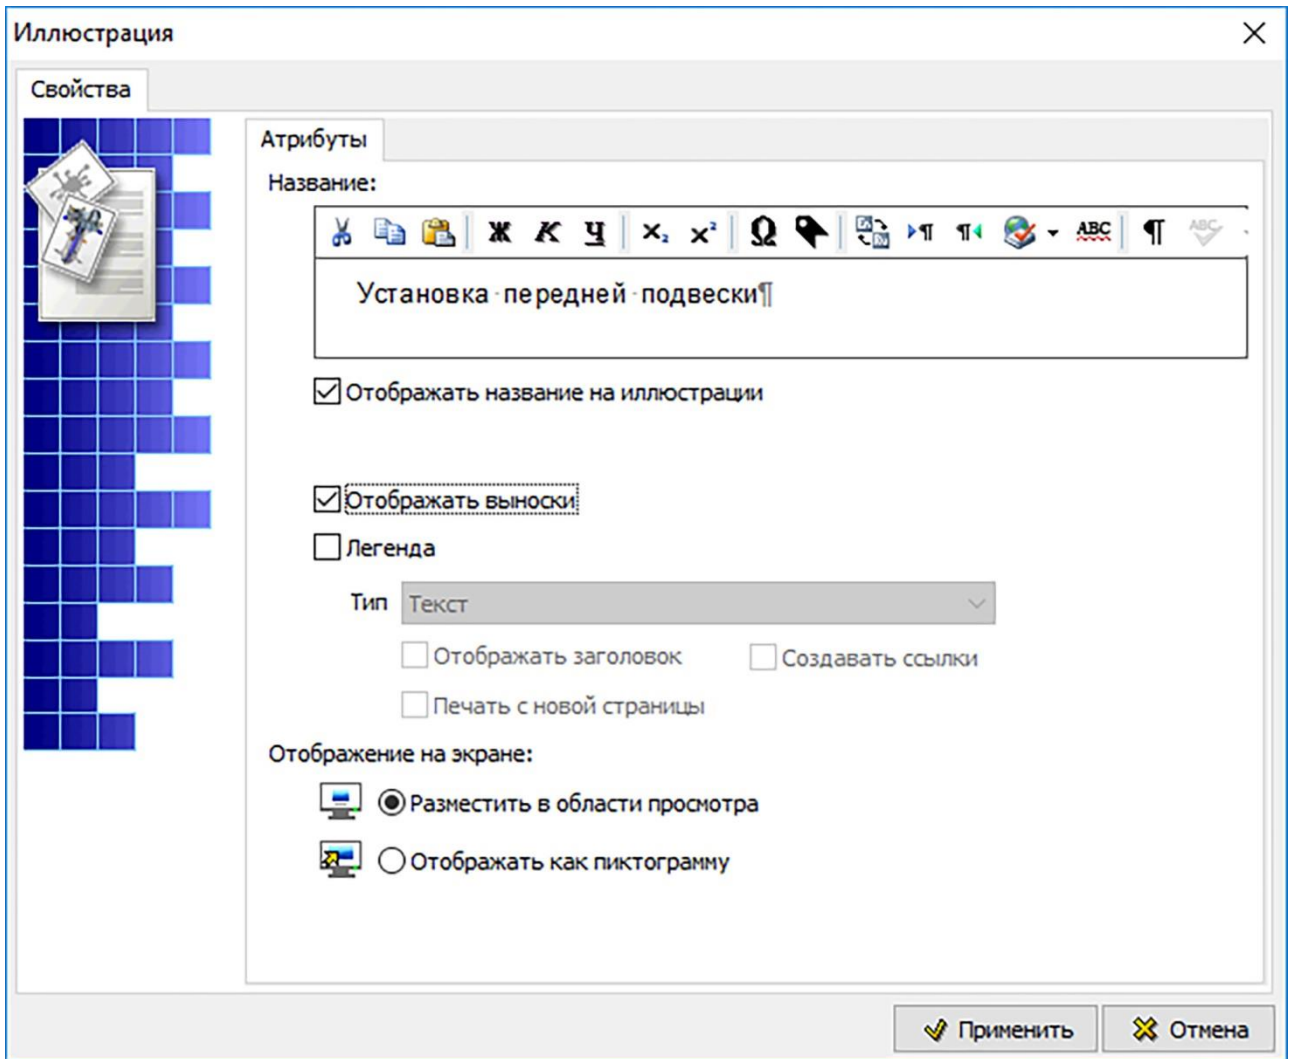

Рисунок 448
2) Кликните по иконки **Иллюстрация** . При этом откроется окно **Иллюстрация** (рисунок 448).